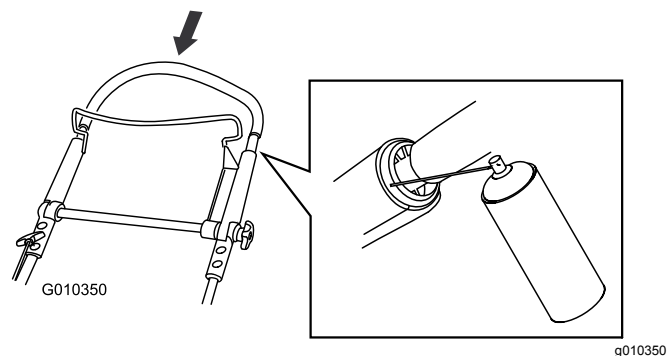

Bild 45
2. Drücken Sie den oberen Holm ganz nach unten und sprühen Sie die innere Kunststoffoberfläche des äußeren Holms ein (Bild 45).